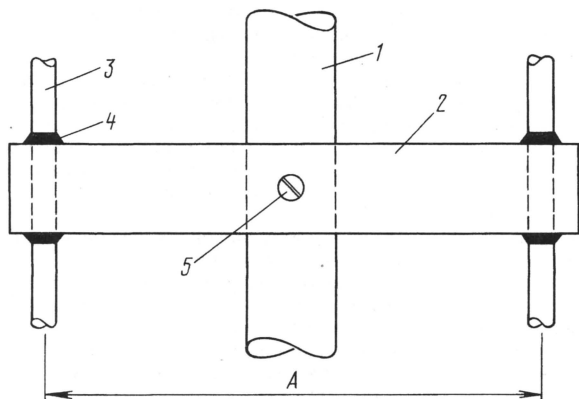

Рис. 3
Для крепления “линейных нагрузок” к основному излучателю (1 на рис. 3) изготавливают диэлектрические распорки (2). Эти распорки крепят винтом (5) непосредственно к основному излучателю. Провода (3), образующие “линейную нагрузку”, пропускают в отверстия в распорках и по завершении настройки фиксируют эпоксидным клеем (4). Длина распорок — 50 мм (диапазон 40 метров, 5 шт.) и 120 мм (диапазон 80 метров, 13 шт.). Их равномерно распределяют по длине петли, чтобы обеспечить ее надежную механическую фиксацию. Для крепления колец петли изготавливают одну распорку длиной 120 мм (диапазон 40 метров) и одну длиной 320 мм (диапазон 80 метров). “Линейные нагрузки” располагают по разные стороны основного излучателя.
Расстояние между проводниками “линии” (размер А на рис. 3) для диапазона 40 метров должно быть 40 мм, а для 80 метров — 100 мм. Диаметр кольца “линейной нагрузки” диапазона 40 метров — 100 мм, а диапазона 80 метров — 300 мм.